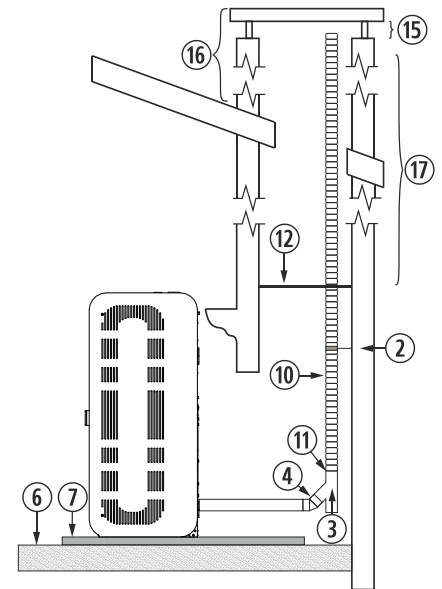

Figura 8
4.27. A instalação de um encastrável numa chaminé de obra pode ser feita em toda a sua totalidade em tubo flexível, tal como indicado na figura 8. Devemos ter especial cuidado na hora de realizar o isolamento entre a chaminé e o tubo da saída de gases para evitar possíveis retrocessos de gases em caso de tempestade.
②	Abraçadeira de união de aço inox.
③	Tê de 135° com registro.
④	Curva de 45°.
⑥	Chão de madeira.
⑦	Protector de chão incombustível.
⑩	Tubo de aço inox flexível.
⑪	União adaptadora de flexível a rígido.
⑫	Isolante anti-retrocesso.
⑮	Mínimo 200mm.
⑯	Deve ultrapassar o teto em 1 metro.